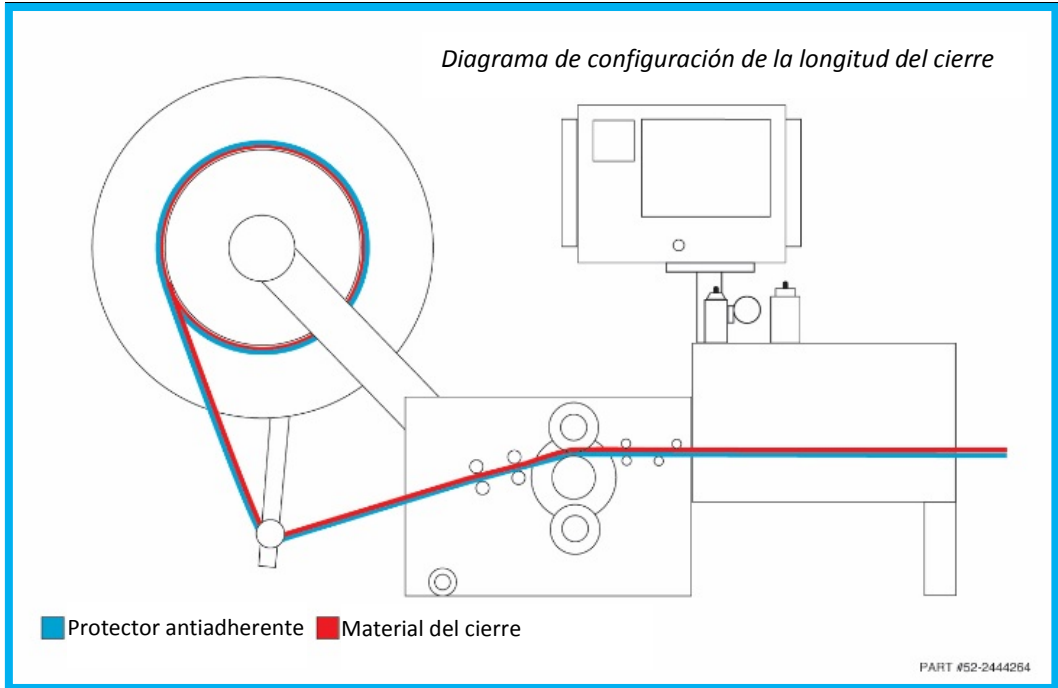

Fig. 1 Diagrama de configuración para la longitud del cierre
- 5.2. Para asegurar el registro adecuado del corte de la máquina Aplicadora, hay que configurar la longitud del cierre (Tie Length) según el material que esté utilizando. Para configurar la opción "TIE LENGTH", hay que cargar la máquina con un carrete de material del cierre Peel & Stick® de Bedford. El protector antiadherente debe dejarse pegado al material del cierre (como se muestra en la Fig. 1) para ajustar adecuadamente la máquina y cortar la longitud especificada.
- Coloque el carrete de material del cierre en el adaptador para carretes, asegurándose de que esté orientado de tal manera que el material se extraiga del lado izquierdo (vea la Fig. 1).